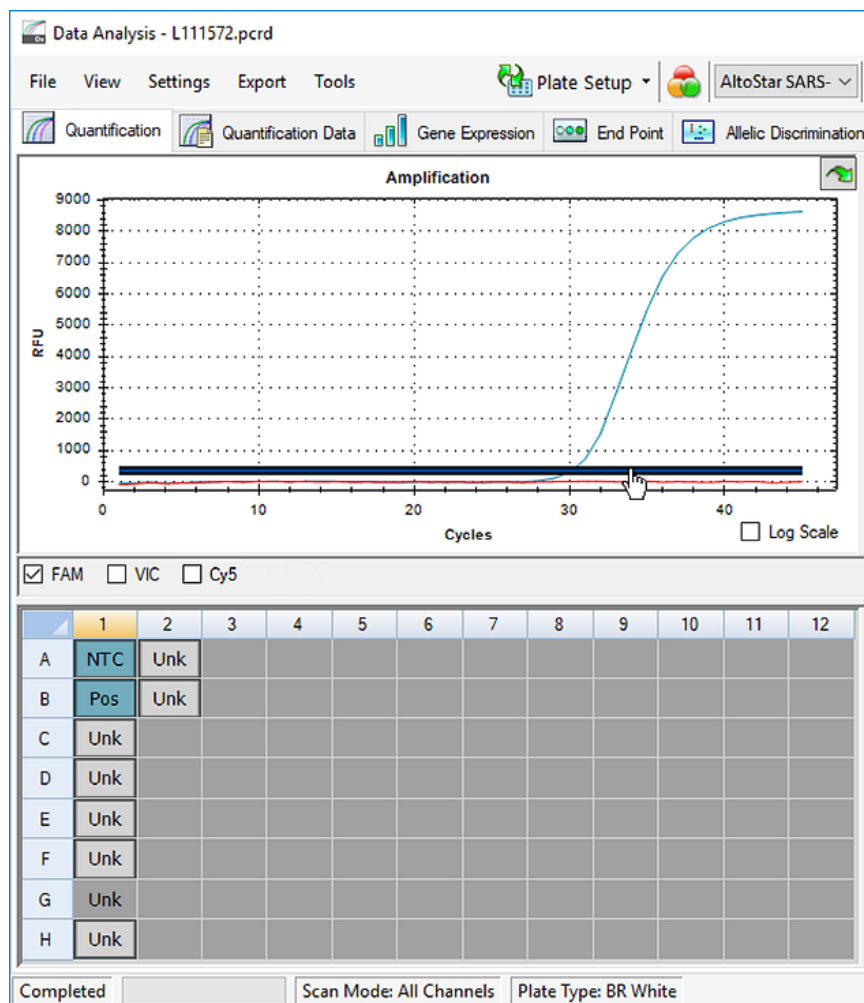

Figura 10: Janela Data Analysis (Análise de Dados): definição do limiar FAM™
5. Do lado esquerdo da janela Data Analysis (Análise de Dados), anule a seleção da caixa de verificação **VIC** e assinale a caixa de verificação **FAM** para o canal de deteção do gene E (consulte a figura 10).
- Selecione apenas os poços que contêm NTC e o PC na vista da placa da janela Data Analysis (Análise de Dados) (consulte a figura 10).
- Arraste o limiar bem acima do sinal de NTC para a área exponencial do sinal PC (consulte a figura 10).